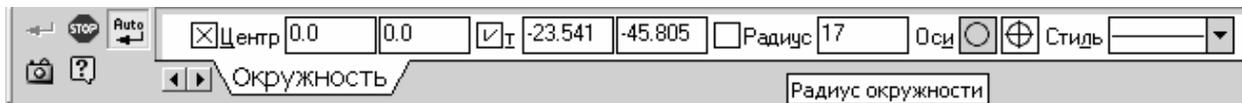

Рис. 27. Свойства окружности
- 3.11. Начертите круг (нажав кнопку на панели инструментов «Ввод окружности» ) радиусом 17 с центром в точке начала координат (рис. 27)